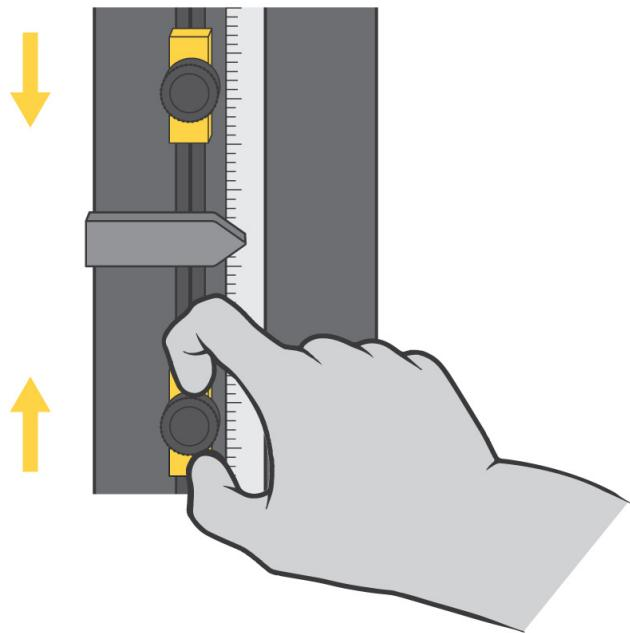

Abbildung 20. Einstellung der Fahrwegsanschläge
Die Fahrwegsanschläge sind zwei einstellbare Blöcke auf der Begrenzungsschalter-Stange, die sich in der Säule der Maschine befindet, wie in Abbildung 20 auf Seite 119 gezeigt. Die Fahrwegsanschläge (1 und 2) haben Rändelschrauben, mit denen sie von Hand gelöst und angezogen werden können, damit Sie die Anschläge auf die gewünschte Position auf der Begrenzungsschalter-Stange verschieben können. Richten Sie die Anschläge kurz außerhalb des für den Versuch erforderlichen Bereichs ein. Wenn die Traverse den maximalen eingestellten Verfahrweg erreicht, berührt die Begrenzungsschalter-Betätigung (3) einen der Anschläge. Der Kontakt zwischen der Schalterbetätigung und dem Fahrwegsanschlag bewegt die Begrenzungsschalter-Stange (4) und aktiviert die Grenzschalter. Damit wird die Traversenbewegung gestoppt.